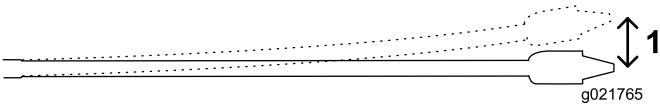

Figura 25
Los tubos de 3 m (10') utilizados en esta máquina pueden flexionarse un 8% en la longitud del tubo; esto equivale a una desviación lineal de no más de 20 cm (8") (Figura 25).
- Se insertan los primeros 3 m (10 pies) de broca/tubo en el suelo sin desviación. El extremo de la broca estará a una profundidad de 76 cm (30") (Figura 25).